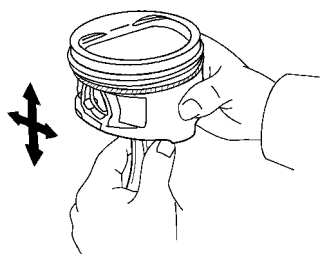

图 1-114 向前或向后扳动活塞
(1) 检查活塞和活塞销之间的配合情况。向前或向后扳动装在活塞销上的活塞，如图 1-114 所示。如果感觉到有松动现象，则应更换活塞和活塞销。
(2) 拆下活塞环。